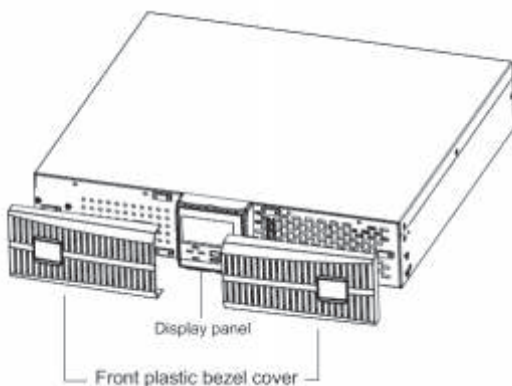

Рис.4-3
1. Снимите аккуратно внешние защитные панели (Рис.4-3).